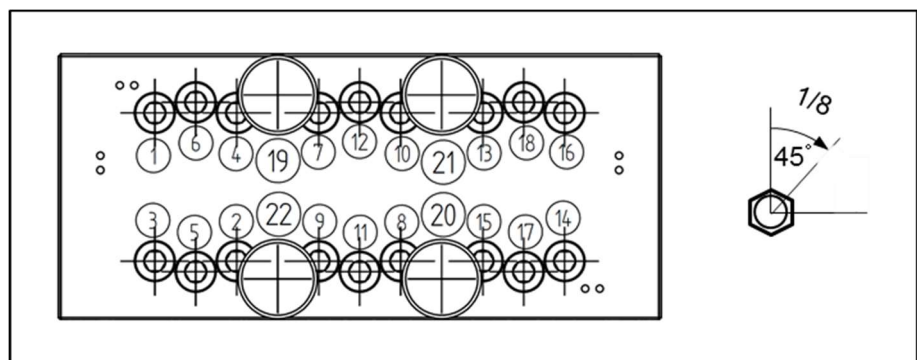

Figura 19: Orden de apriete de las conexiones roscadas
3. Compruebe que todos los aprietes sean realizados con un giro máximo de 45°, según la secuencia de la Figura 19: Orden de apriete de las conexiones roscadas.